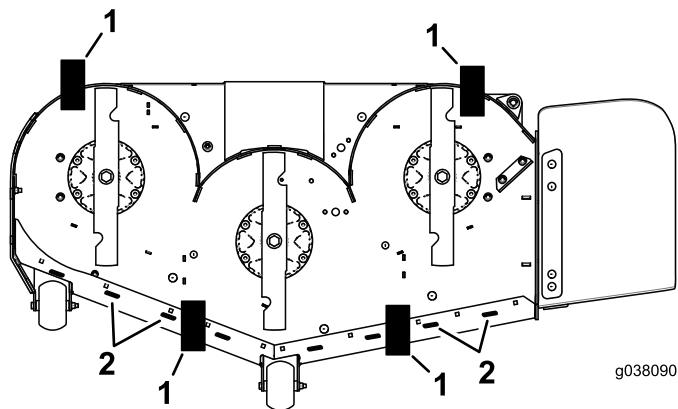

Figure 89
11. Placez une cale (voir le Tableau de hauteur de cale et d'inclinaison) sous le bord arrière de la jupe du plateau de coupe de chaque côté du plateau de coupe (Figure 89).